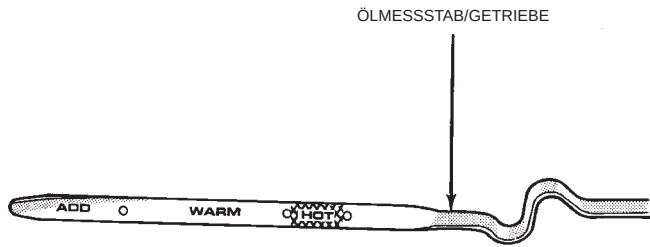

Abb. 10 Markierungen am Ölmeßstab ⁹³²¹⁻³²³
(1) Fahrzeug anheben; siehe hierzu Kapitel 0, "Schmierung". Ölablaßwanne mit einer großen Öffnung unter die Getriebeölwanne stellen.
(2) Ölwannenschrauben lockern und Ölwanne durch leichtes Schlagen gegen eine Ecke lösen. Öl ausströmen lassen und anschließend die Ölwanne abnehmen.
(3) Neuen Filter und O-Ring an der Unterseite des Ventilgehäuses anbringen und Befestigungsschrauben mit einem Anzugsmoment von 5 N·m festziehen.
(4) Ölwanne und Magnet reinigen. Ölwanne mit Mopar-Silikonklebedichtstoff versehen und anbringen. Ölwannenschrauben mit einem Anzugsmoment von 19 N·m festziehen.
(5) 3,8 Liter (4 qt.) Mopar ATF Plus 3 (Automatikgetriebeflüssigkeit), Typ 7176, durch die Ölmeßstaböffnung einfüllen.
(6) Motor anlassen und mindestens eine Minute mit Leerlaufdrehzahl laufen lassen. Dann bei betätigter Feststell- und Betriebsbremse den Wählhebel durch alle Wählbereiche führen. Wählhebel anschließend in Park- oder Leerlaufstellung bewegen.
(7) So viel Öl nachfüllen, daß sich der Ölstand 6,4 mm (1/4 Zoll) oberhalb der unteren Lochmarke des Ölmeßstabs befindet. Wenn das Öl bei Raumtemperatur (20°C, 70°F) bis zu dieser Marke reicht, befindet sich der Ölstand bei betriebswarmem Öl (82°C, 180°F) nach entsprechender Ausdehnung innerhalb des Bereichs HOT (Abb. 10).